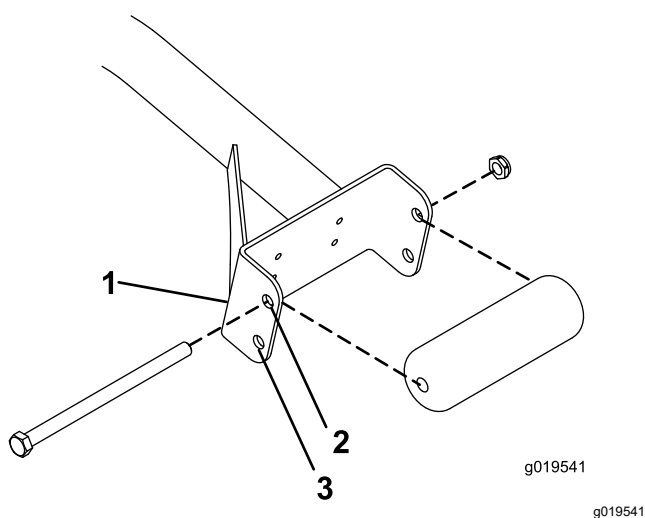

Figura 3
- Si utiliza unidades de corte de 69 cm, instale los rodillos en los taladros de montaje superiores del soporte (Figura 3).
- Si utiliza unidades de corte de 81 cm, instale los rodillos en los taladros de montaje inferiores del soporte (Figura 3).